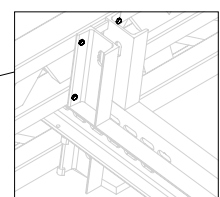

Fig. A2.04a
4. Posizionare le travi angolari, tenere con i morsetti a vite e fissare con le viti esag. per legno M8 x 60. Avvitare le viti per il legno M8 x 60 alle parti mobili. (Fig. A2.04a)